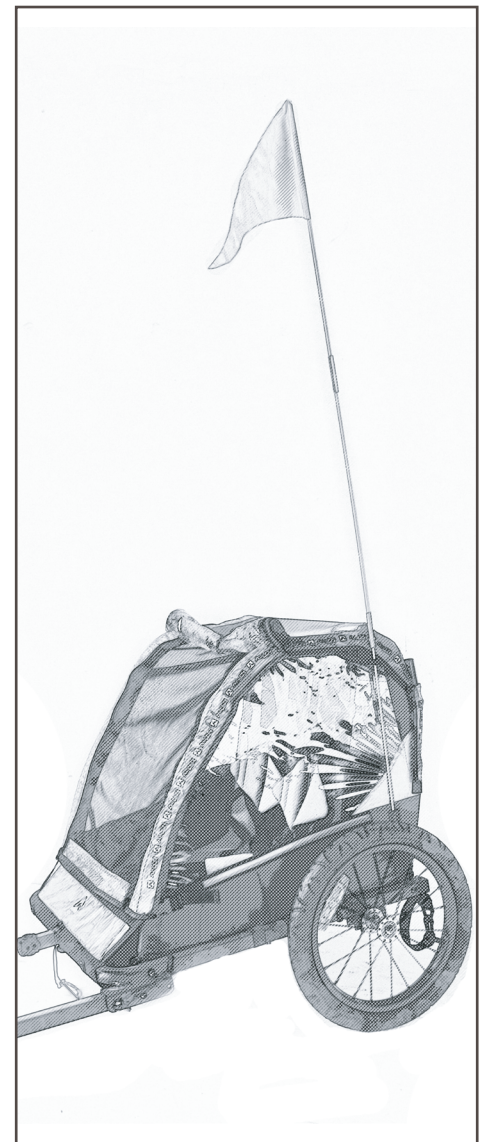

図23
2. トレーラーキャビンファブリック内でフラグポケットを探し、フラグをポケットに挿入します(図23)。